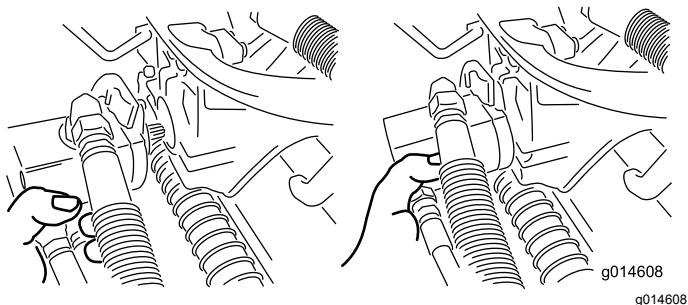

Figura 46
3. Mova o motor para o local de armazenamento na parte da frente do braço de suspensão (Figura 46).